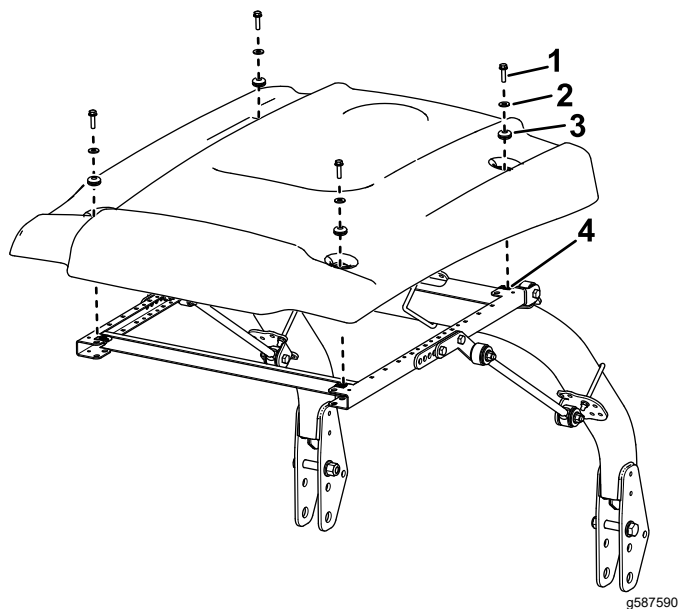

Figura 41
15. Alinee los taladros de montaje y posicione el toldo sobre el bastidor, según se muestra en Figura 41.
16. Sujete provisionalmente cada esquina del toldo al bastidor con un perno con arandela prensada (5/16" x 1"), una arandela pequeña y un anillo de goma (Figura 41).